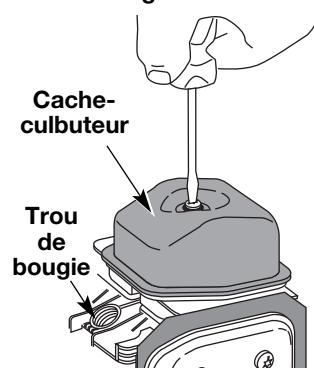

Fig. 42
7. Nettoyez toute saleté autour du cache-culbuteur. Retirez la vis retenant le cache-culbuteur à l'aide d'un tournevis à lame plate large ou à tête no. T-25 Torx (Fig. 42). Enlevez le cache-culbuteur et le joint.
- Le piston est au sommet de sa course lorsqu'on regarde par le trou de la bougie (Fig. 42)